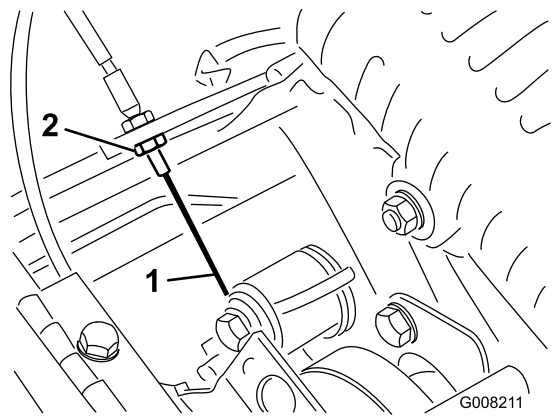

Bild 36
3. Wenn Sie die Zugspannung erhöhen möchten, lösen Sie die Klemmmutter des vorderen Zugs und ziehen Sie die Klemmmutter des hinteren Zugs an (Bild 36), bis eine Kraft von 3,2 bis 4,1 kg benötigt wird, um den Fahrtrieb zu aktivieren. Messen Sie die Kraft am Handrad.